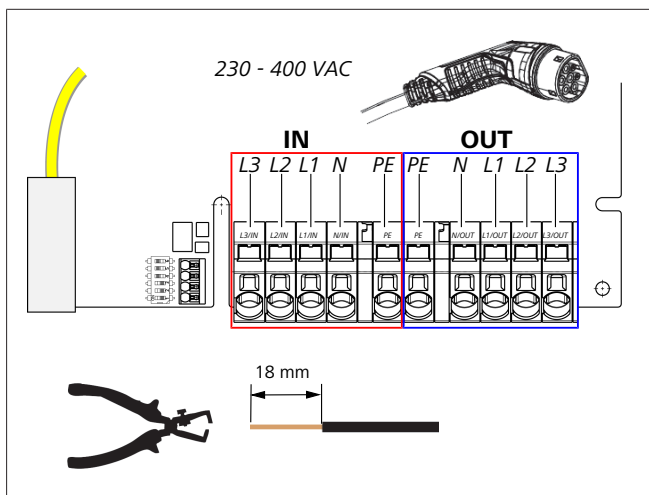

Fig. 8
9. Con l'ausilio del cacciavite a testa piatta (3,5 mm) chiudere le singole estremità del cavo come riportato nell'immagine (Fig. 8) sul blocchetto di serraggio destro con la scritta "OUT".
1. Con l'ausilio del cacciavite a testa piatta (3,5 mm) chiudere le singole estremità del cavo come riportato nell'immagine (Fig. 8) sul blocchetto di serraggio sinistro con la scritta "IN".